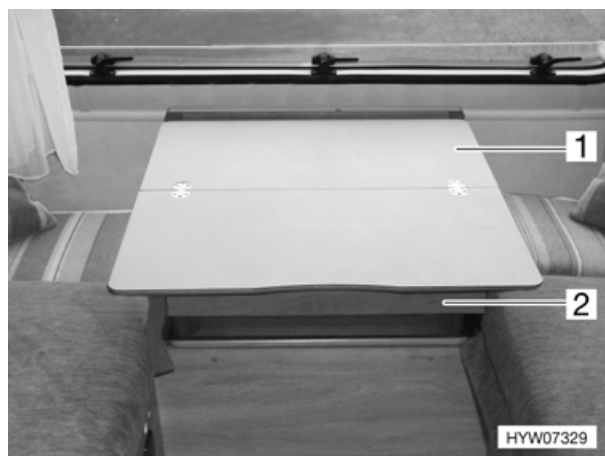

Fig. 27 Tavolo ribaltabile, comodino da notte
- Tirare in avanti tutto il piano di appoggio del comodino da notte (Fig. 27,2).
- Ribaltare all'indietro (Fig. 27) la parte superiore del piano di appoggio (Fig. 27,1).